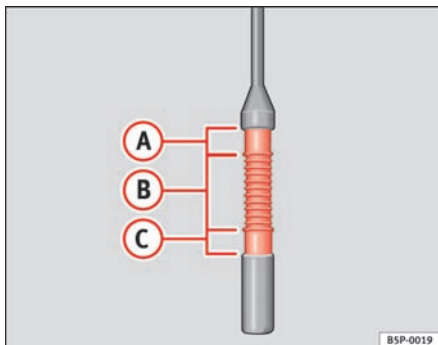

Fig. 160 Oliepind
- Træk oliepinden ud igen, og aflæs oliestanden ⇒ fig. 160.
Hvis oliestanden er i måleområde ⇒ fig. 160 , må du ikke fylde mere olie på.